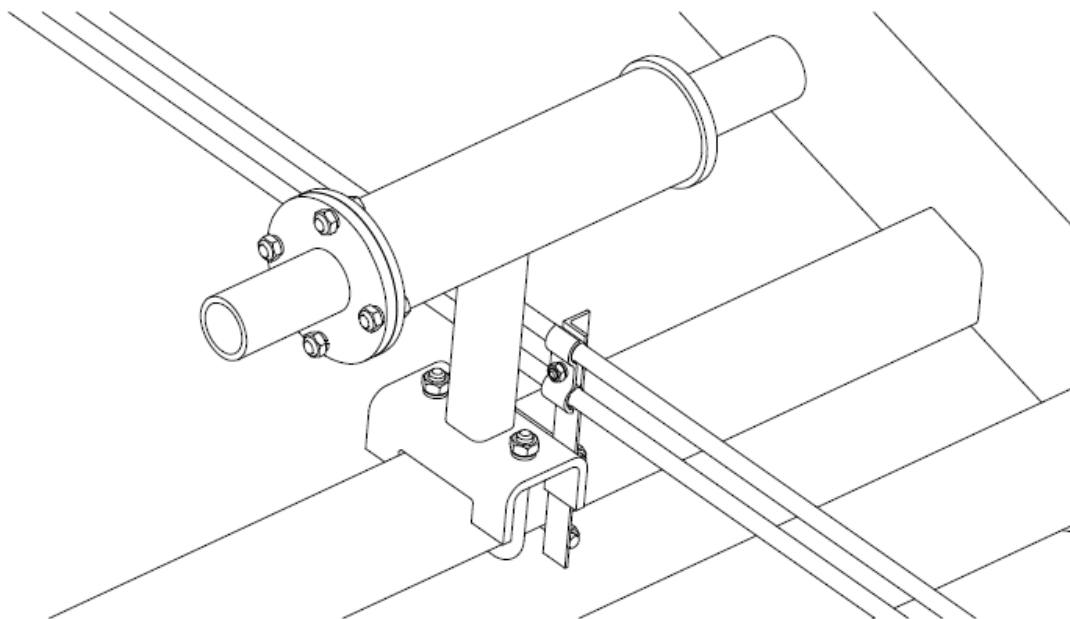

Рис.9 Амортизатор.
2.5.5 Амортизатор 1 (рис.9) пружинного типа устанавливается на дышло сцепки и предназначается для уменьшения ударных нагрузок, возникающих во время работы маркера.